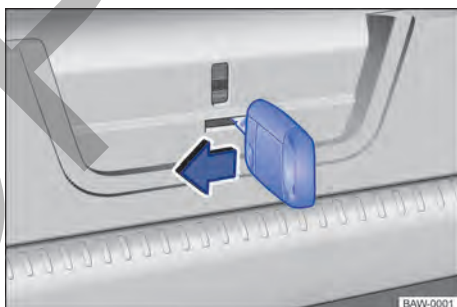

Fig. 61 En el maletero: desbloquear la tapa trasera.
- Introducir la paleta de la llave en la apertura del portón trasero → fig. 61 y mover la palanca de desbloqueo en la dirección de la flecha.